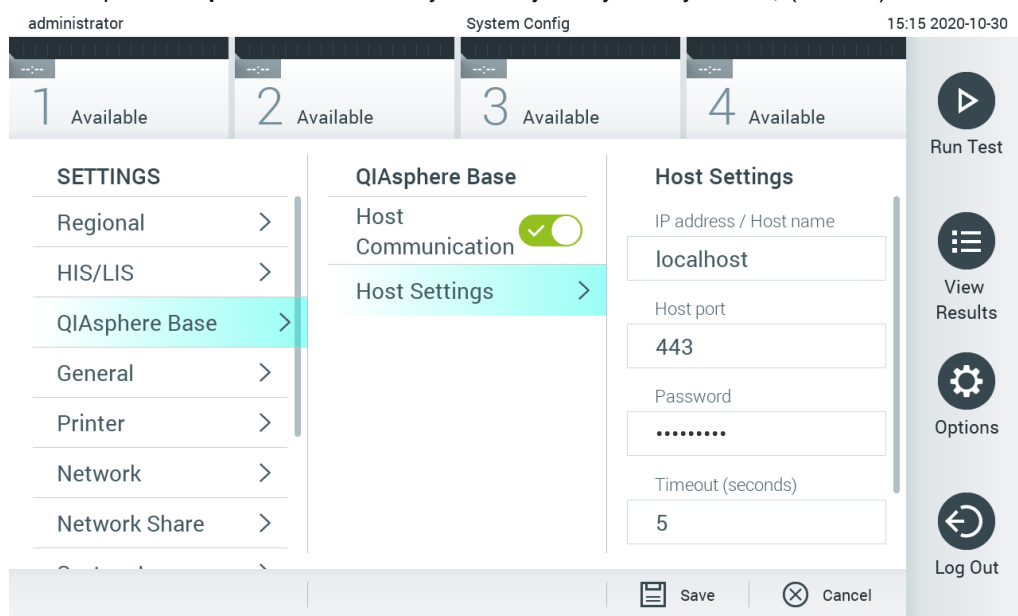

Рис. 72. Налаштування підключення QIASphere Base.
2. Виберіть **QIASphere Base** зі списку налаштувань у лівому стовпці (Рис. 72).